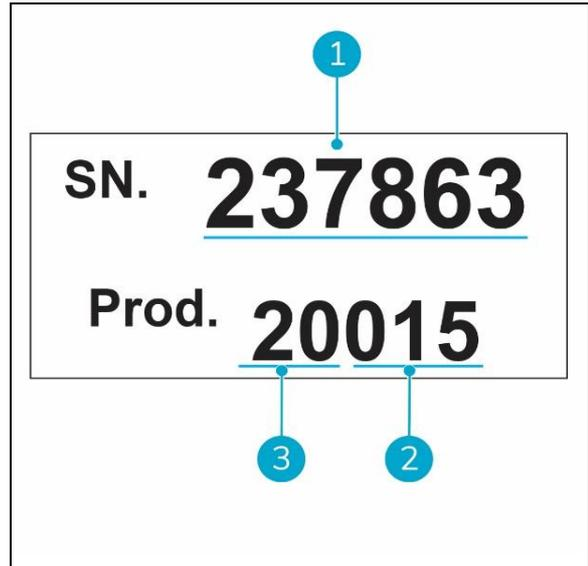

Figura 3
- Número de série (Figura 3, pos. 1).
- Dia de produção (Figura 3, pos. 2).
- Ano de produção (Figura 3, pos. 3).